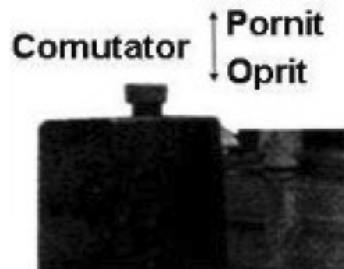

Fig. 2
6. Poziționați comutatorul de pe capacul presostatului 3 în dreptul indicației ON (pornit)-Fig 2. Compresorul va porni și va funcționa până la atingerea valorii limită superioară a presiunii, după care se va opri automat.